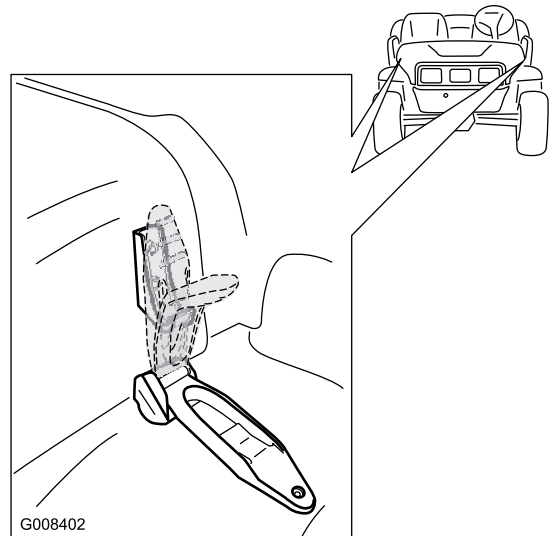

Figure 26
1. Soulevez la poignée des loquets en caoutchouc de chaque côté du capot (Figure 26).
2. Fixez le capot en alignant les loquets en caoutchouc sur les ancrages de verrouillage de chaque côté du capot (Figure 26).